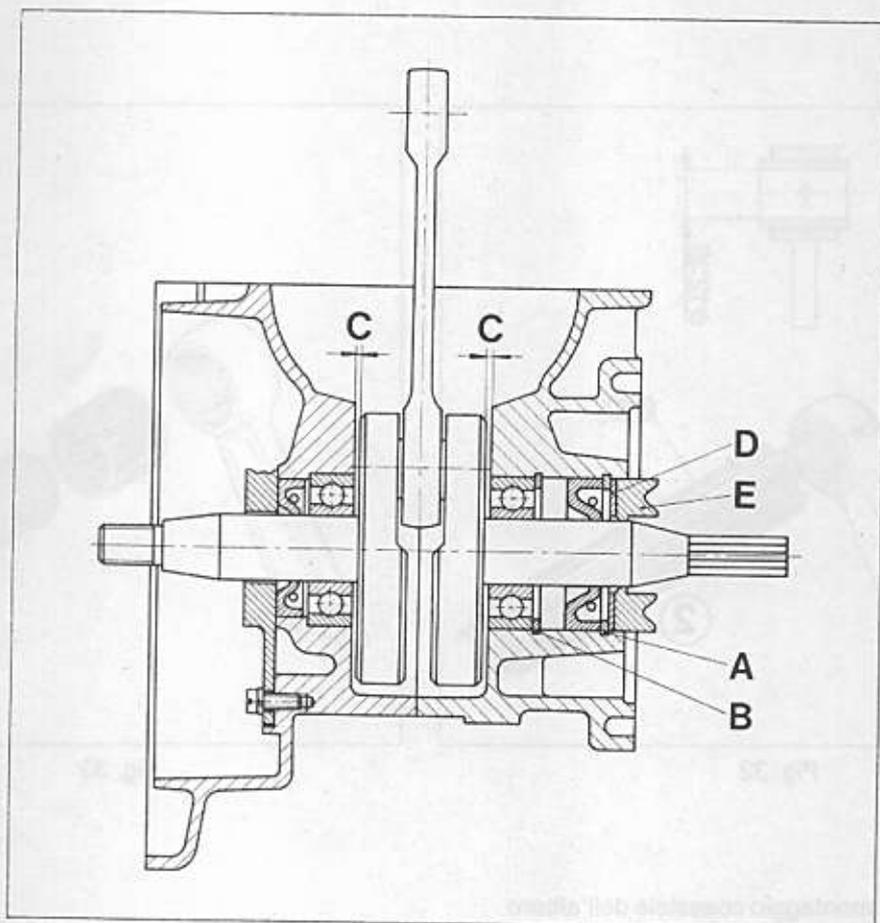

Fig. 35
2. Should water be found in the engine check the crankcase lower part for porosity also making sure there is no water in the gear housing oil (which could be the result of poor tightening of the rubber gasket E, Fig. 35, on the connection shaft protective tube).
1. Insert the flexible protective ring into the lower crankcase half (Fig. 35).
2. Using the tool, Part No. 702.856, press the sealing ring against the protective ring A and insert the protective ring B (Fig. 35).
2. Se viene trovata acqua nel motore controllare il semicaratter inferiore; controllare che non vi sia acqua nella scatola cambio (questa potrebbe entrare accanto la guarnizione E Fig. 35)
1. Montare il paraolio nel semicaratter inferiore (Fig. 35)
2. Con l'ausilio dell'attrezzo Part. No. 702856 premere il paraolio contro l'anello elastico A e inserire l'anello elastico B (Fig. 35)
9. Inspect the crankshaft the crankcase for symmetrical inseating (the figured dimension C - Fig. 35):
1. Insert the washer D and, **without fail, the new** rubber stopper E (Fig. 35).
3. make sure a washer has been fitted on the connection shaft protective tube (same as the washer D in Fig. 35) and mount the engine onto the upper casing flange.
9. Controllare la simmetria dell'albero motore (dimensione C in Fig. 35)
1. Montare la rondella D e con attenzione il gommino E (Fig. 35)
3. Assicurarsi che la rondella sia stata montata sul tubo di protezione dell'albero di trasmissione (come la rondella D in Fig. 35). Montare il motore sulla flangia superiore.